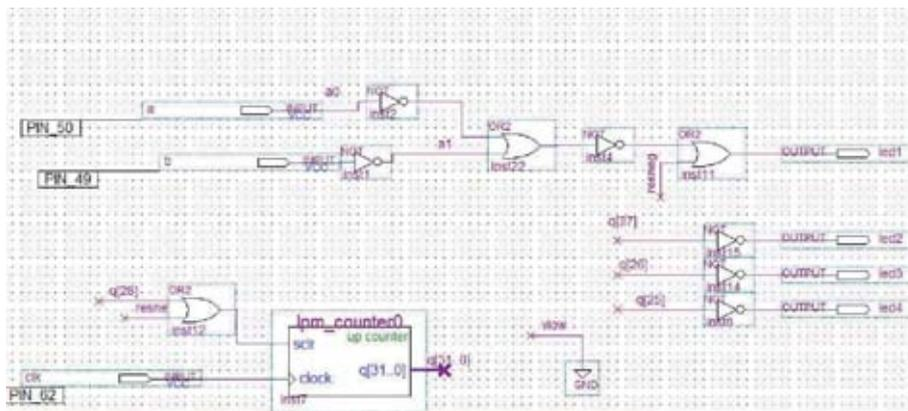
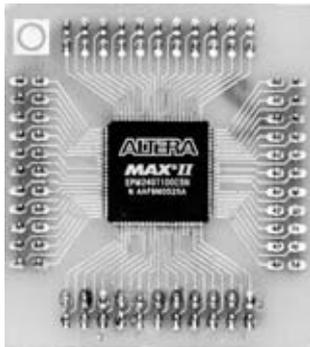

Fig.15 Denominando al extremo de un cable "vlow" se le asignará un nivel lógico 0. Así todas las señales "vlow" automáticamente quedarán conectadas a masa.
Fig.17 Aquí se muestra el minúsculo integrado SMD de 100 terminales que proporcionamos soldado sobre el circuito impreso KM.1686.
**LX.1686:** Todos los componentes necesarios para realizar la **Tarjeta de prueba CPLD** (ver Fig.17) **incluyendo** circuito impreso, integrados, cuarzo, dos displays, diodos LED, zumbador, pulsadores y la tarjeta SMD **KM.1686** (ver Fig.15) con el chip CPLD **MAX II EPM240T100C5N** .....**86,30€**